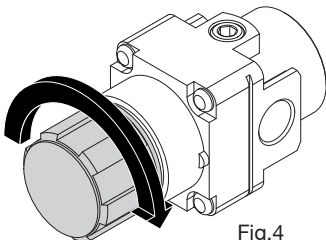

Fig.4
3. Gire la perilla en el sentido de las manecillas del reloj hasta el tope Fig.4 y coloque el seguro presionando la perilla. Fig.5